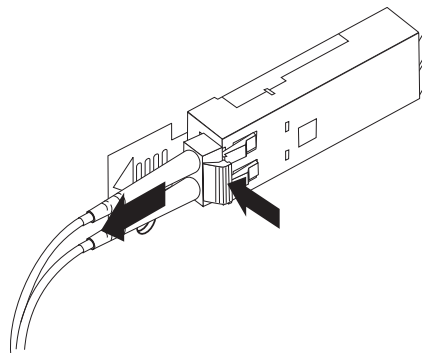

図 24. LC-LC ファイバー・チャネル・ケーブルの取り外し
2. 図 24 に示すように、コネクタを慎重に引っ張って、SFP モジュールからケーブルを取り外します。